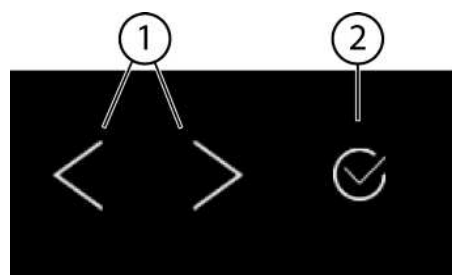
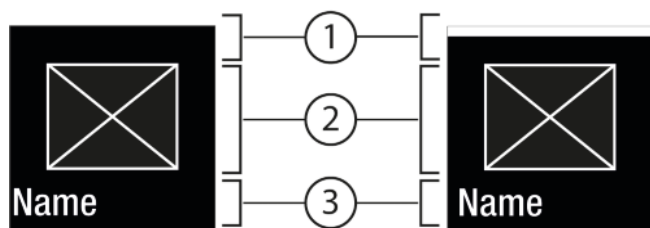
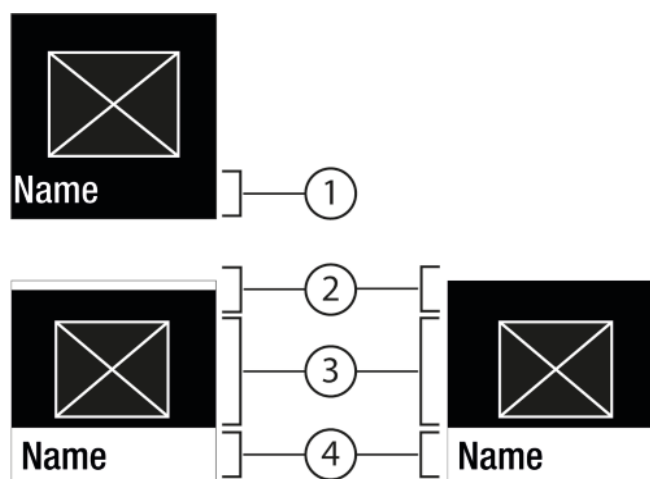

Fig. 5
Fig. 6
Fig. 7
- (1) Навигационная стрелка влево / вправо (2) Подтвердить
Навигационная стрелка влево / вправо Fig. 5 (1):
Подтвердить Fig. 5 (2):
- Навигация при помощи навигационной стрелки влево / вправо Fig. 5 (1).
- С помощью Подтвердить Fig. 5 (2) активировать Fig. 6 (1) / деактивировать Fig. 6 (1) функцию / настройку.
- С помощью Подтвердить Fig. 5 (2) вызвать Подменю Fig. 7 (4).
- Установка нового значения: С помощью Подтвердить Fig. 5 (2) выбрать деактивированное значение Fig. 6 (1).
- Назад в меню: С помощью Подтвердить Fig. 5 (2) выбрать уже активированное значение Fig. 6 (2).
- ▶ Навигационные стрелки Fig. 5 (1) нажимайте до тех пор, пока не появится индикация функции.
- ▶ Нажмите на Подтвердить Fig. 5 (2).
- ▶ С помощью навигационных стрелок *Fig. 5 (1)* выберите значение настройки.
- ▶ Нажмите на Подтвердить *Fig. 5 (2)*.
- ▷ Состояние: активировано *Fig. 6 (1)* появляется ненадолго в Подменю *Fig. 7 (4)*.
- ▶ Нажимайте навигационные стрелки *Fig. 5 (1)* до тех пор, пока не появится индикация настроек .
- ▶ Нажимайте навигационные стрелки *Fig. 5 (1)* до тех пор, пока не появится индикация требуемой настройки.
- ▶ Нажмите и удерживайте в течение 3 секунд Подтвердить *Fig. 5 (2)*.